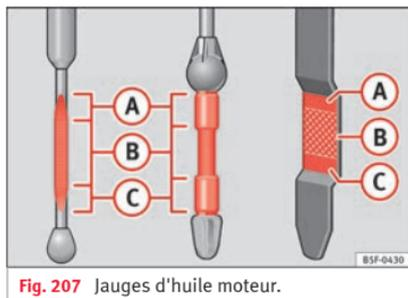

Fig. 207 Jauges d'huile moteur.
La jauge d'huile moteur indique le niveau d'huile moteur. » fig. 207.
• **Le niveau d'huile ne doit jamais dépasser la zone  » fig. 207. Risque** »